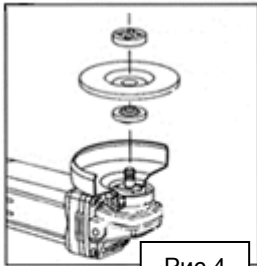

Рис.4
3. Теперь накрутите на шпindelь наружный фланец с внутренней резьбой, при этом обратите внимание на то, какой стороной его надевать, это зависит от типа применяемого диска. Шлифовальный диск необходимо зажимать той стороной наружного фланца, которая имеет приподнятую форму. Отрезной диск необходимо зажимать плоской стороной наружного фланца (Рис.4).